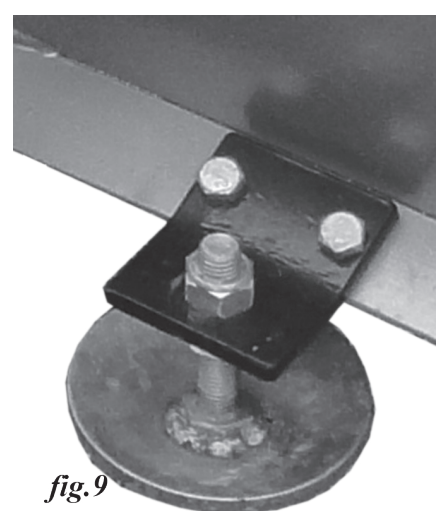

fig.9
5. Si ce n'est déjà fait, visez un écrou M18 sur l'arbre de chaque patin (fig.8). En supposant que l'ensemble de lame est maintenue dans un position verticale, insérer les patins par le bas dans le support déjà attaché à la lame. Et tenir en place avec un écrou Nylock, voir (fig.9). Installer temporairement le patin pour qu'il soutienne la lame a environ 1 cm (1/2 pouce) au-dessus du sol. Ceci serait la hauteur normale de la surfaces pavées, mais vous pouvez faire varier la hauteur en fonction des conditions.